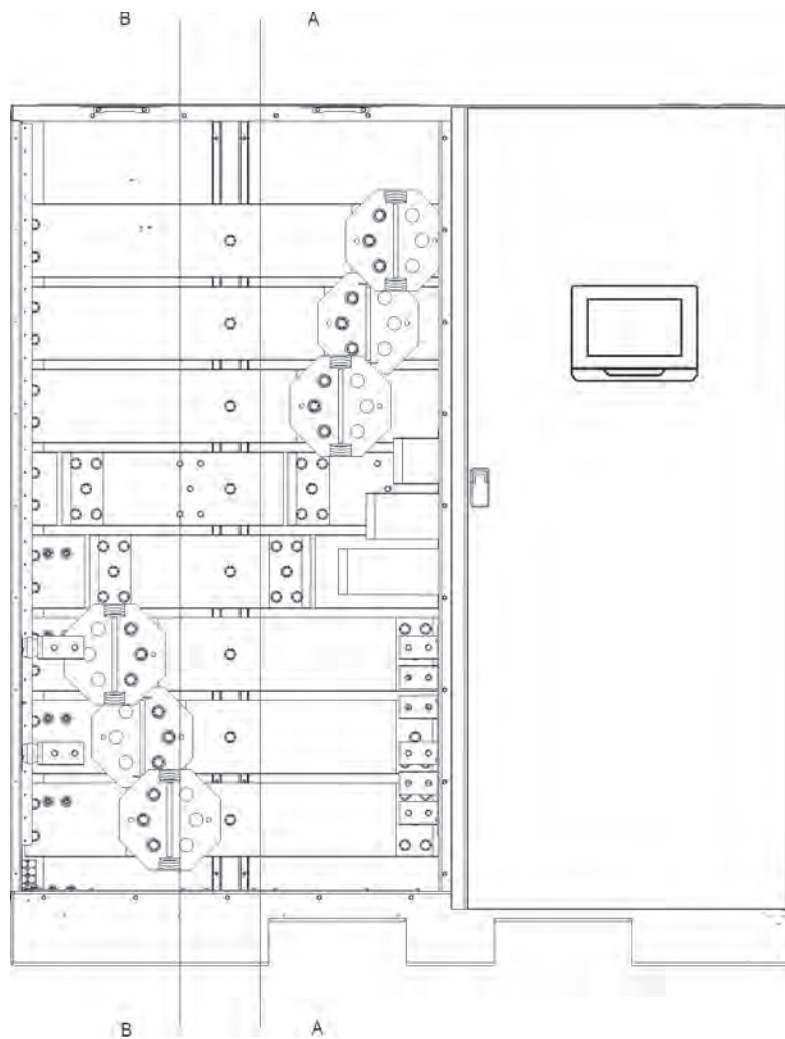

Рис. 4-17. Расположение клемм питания секции ISBM ИБП - отдельный аккумулятор
5. Используя крепежный комплект для подключения внешней проводки, подключите положительные, отрицательные и заземляющие соединения силовой проводки постоянного тока из аккумуляторной системы или разъединителя к клеммам аккумулятора и заземления секции ISBM ИБП. Используйте один набор клемм для каждого UPM, как показано на Рис. 4-17. См. Разд.3.2.2 на стр. 23 для получения информации о требованиях к проводке и подключению.